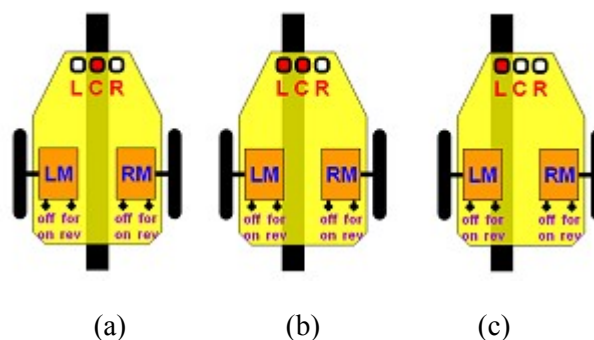

Figura 1. Funcionamento do robô seguidor de linha. (a) Segue em frente; (b) Gira suavemente à direita; (c) Gira rapidamente à direita.
Exercício 1. Projetar uma máquina de estados finitos de um robô seguidor de linha mostrado na figura 1. O funcionamento do robô é o seguinte:
3. Se apenas o sensor *C* está ativo então o robô deve seguir em linha reta (Figura 1.a).
4. Se os sensores *C* e *L* estão ativos então o robô deve girar suavemente (baixa velocidade) à direita (Figura 1.b). Se apenas o sensor *L* está ativo então o robô deve girar rapidamente à direita (Figura 1.c).